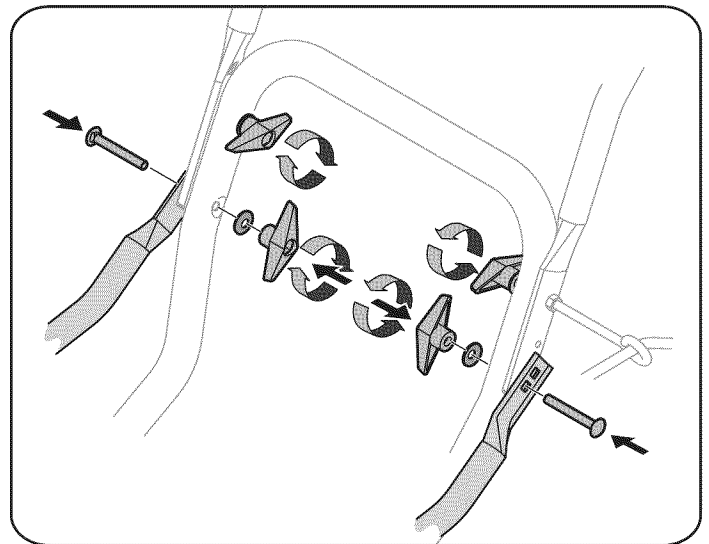

Figura 3
5. Sujete la manija superior, los tubos de soporte y la manija inferior con las dos tuercas de mariposa y los pernos del carro que se retiraron antes. Apriete las dos tuercas de mariposa ya instaladas en los orificios superiores para sujetar firmemente la manija superior y los tubos de soporte. Vea la Figura 3.